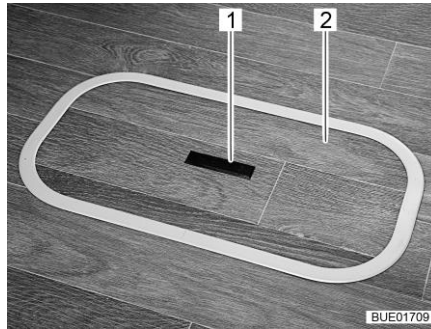
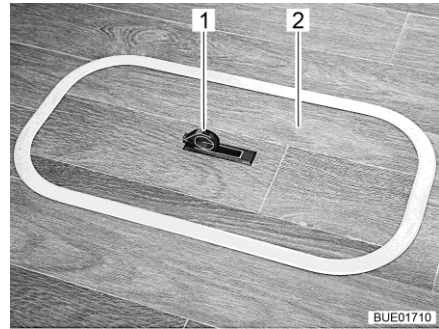

Bild 68 Abdeckung Bodenfach (Griff versenkt)
Bild 69 Abdeckung Bodenfach (Griff herausgeschwenkt)
- Auf einer Seite die Griffplatte (Bild 68,1) nach unten drücken. Der Griff (Bild 69,1) schwenkt nach oben.
- Die Abdeckung (Bild 68,2 bzw. Bild 69,2) nach oben abnehmen.